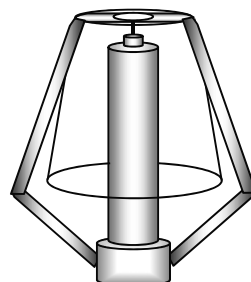

図3
- (1)図 3 のように両端が磁石の側面にふれるようにアルミホイルの形を調整してから、電池にのせてください。電池にのせたまま調整すると電池や画びょうが熱くなります。アルミホイルの両端が磁石にふれるとフレミングの左手の法則にしたがう電流が磁石から受ける力によってプラコップの部品が回ります。
- (2)電流や磁石の向きを変えるとプラコップの部品にかかる力の向きも変わります。乾電池や磁石の向きを逆さにしてモーターのまわる向きがどのように変わるか調べてみましょう。